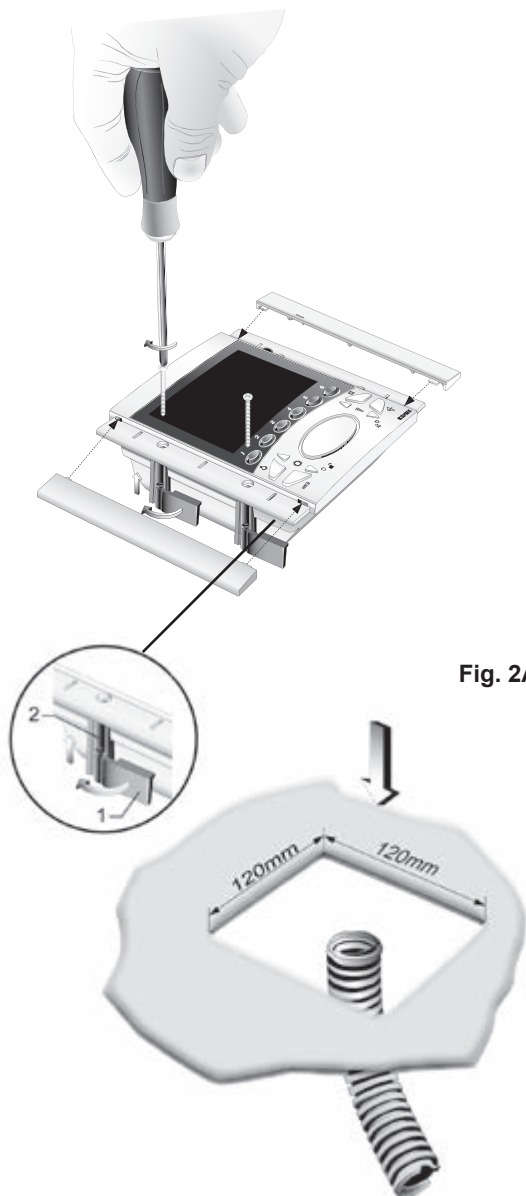

Fig. 2A
- Fissare le staffe al videocitofono come indicato in figura, tenendo i cursori allineati ai fianchi del videocitofono (Part. 1, Fig. 2A).
- Inserire il videocitofono all'interno della parete in cartongesso. Avvitando i cursori devono muoversi in modo perpendicolare rispetto al videocitofono (vedi Part. 1 Fig. 2A).